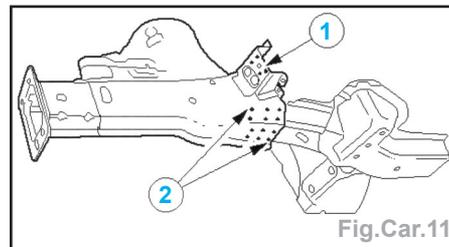

Fig.Car.11
- Réaliser le perçage (1) afin de souder par bouchonnage et fraiser (au Ø 10 mm), les points de soudures (2) sur le longeron et la joue d'aile (Fig.Car.11).